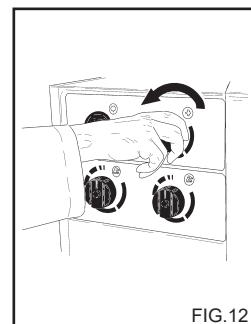

FIG.12
Det här kapitlet innehåller bara de modeller som är försedda med tryckregulator. Med tryckregulatorn fig. 12, kan operatören ställa in arbetstrycket. Driftdruck minskar då ratten C vrids motsols mot (B) (minimum).